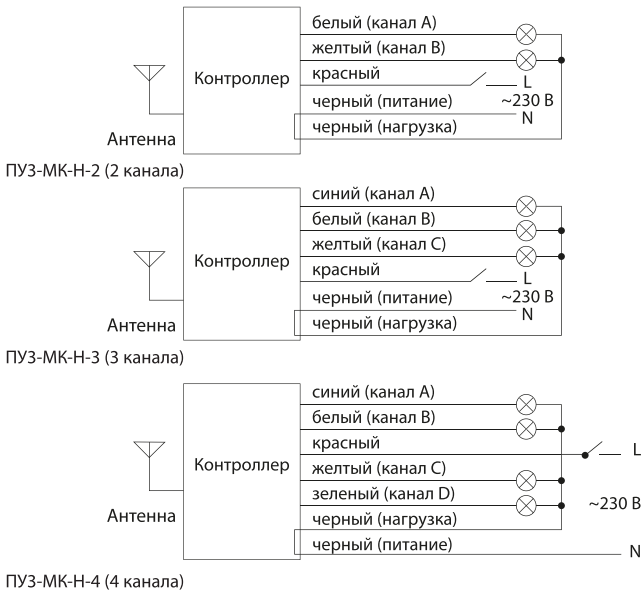

Рисунок 2. Схемы подключения контроллеров к электрической сети
5.3. Для правильной работы контроллера рекомендуется установить одноклавишный выключатель (или другой разъединитель цепи) в цепь питания контроллера (рис. 2). При долгом отсутствии в помещении, где установлен контроллер, или
5.6. Управление контроллером при помощи настенного выключателя показано в таблице 3. Выключатель устанавливается на вход питания контроллера (рис. 2). При первом включении выключателя контроллер подключит первый канал, перещелкивание выключателя несколько раз в течение 5 секунд переключит контроллер на другой канал/каналы, согласно таблицы 3.